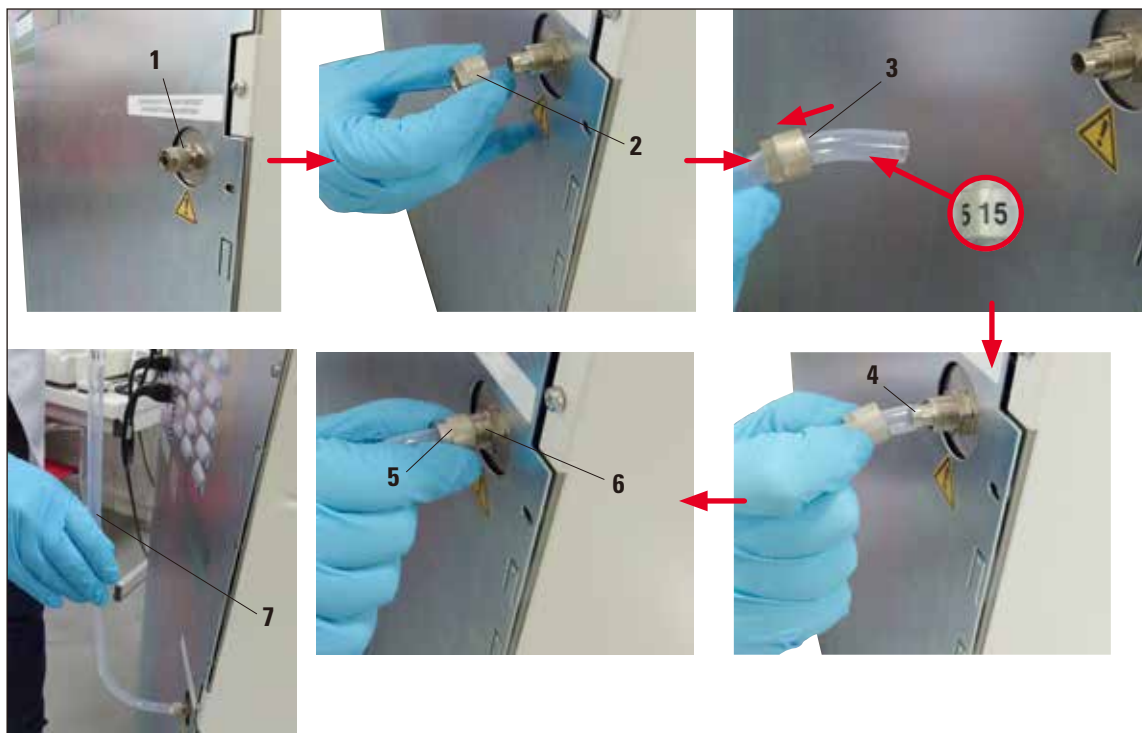

図 90
排気接続部（図 90、1）は装置背面にあります。
1. ナット（図 90、2）を接続部（図 90、1）から外し、「15」マーク付きホースの角度の付いた側の端部（図 90、3）に押し込みます。
2. 「15」マーク付きホースの角度の付いた側の端部を接続部のニップルにできるだけ押し込みます（図 90、4）。
3. ナット（図 90、5）を接続部のネジ山にしっかりとねじ込み、排気ホース（図 90、6）を固定します。
4. 排気ホースを回して直立位置（図 90、7）にし、「20」マーク付きホースを検査室の排気システムに接続します。